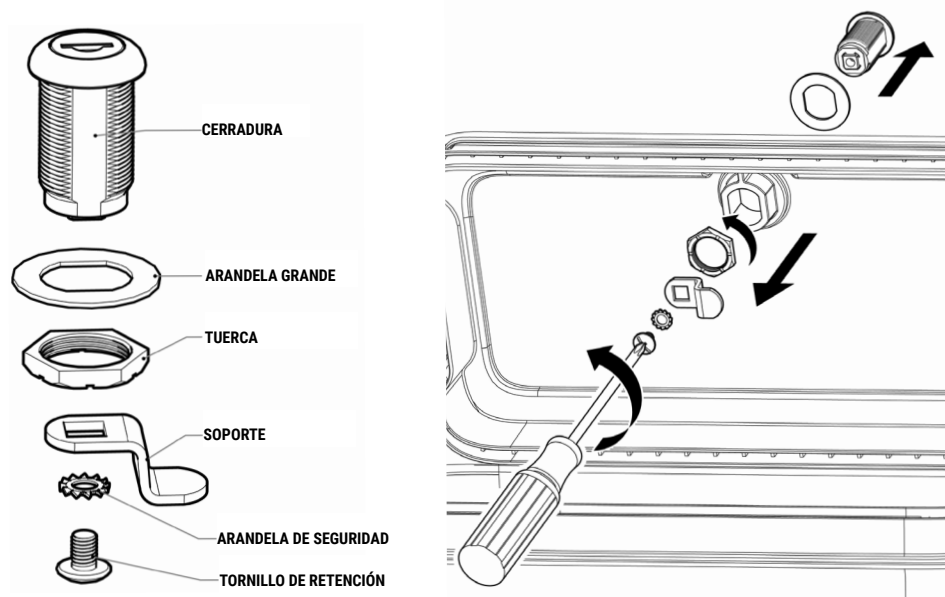

Figura 2: plano de despiece de la cerradura
- a. **Ubique la cerradura en el interior del accesorio.** Utilice un destornillador de cabeza Phillips para aflojar el tornillo de retención en el extremo de la cerradura. Quite el tornillo de retención, la arandela de seguridad y el soporte en L (Figura 2). Reutilice o recicle estas piezas de acuerdo con las normas locales.